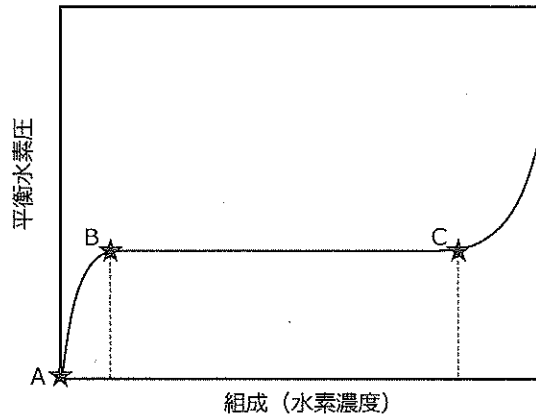

図1 ある温度における金属-水素系の典型的な圧力-組成等温線図
多くの金属は水素ガスと反応し金属水素化物を生成する。中でも、チタンやマグネシウム等は容易に水素と反応する。これらの金属と、鉄やニッケル等の水素と比較的反応しにくい金属を合金化した材料は、金属水素化物の生成とその分解を可逆的に起こすことのできる水素吸蔵合金として研究開発が進められてきた。図1は、ある温度における金属-水素系の典型的な圧力-組成等温線図を模式的に示したものである。縦軸は平衡水素圧、横軸は金属中の水素濃度を示している。等温下で水素圧力を上げていくと、金属中に水素が溶解して固溶体相を形成し、水素濃度は曲線 AB に沿って増大する。B 点に達すると、固溶体が水素と反応して金属水素化物相が生成し、全ての固溶体が金属水素化物相になると C 点に達する。この金属水素化物生成領域では、定圧で反応が進行する。
問(1) 金属水素化物生成領域(図1中 B→C)において定圧で反応が進行する理由を Gibbs の相律に基づいて説明しなさい。